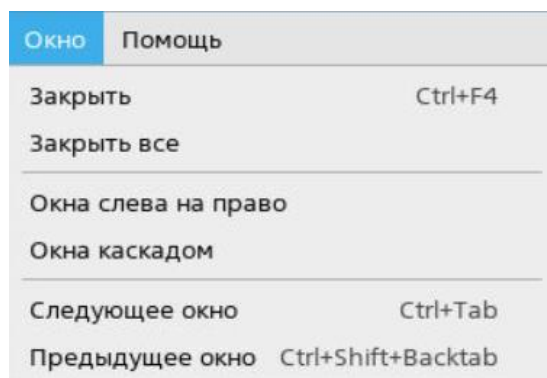

Рисунок 3.10 – Раздел основного меню «Окно»
3.2.3.1 Данный раздел основного меню содержит команды/опции для работы с окнами (заккрытие, порядок расположения на экране, переход между окнами) (см. рисунок 3.10).